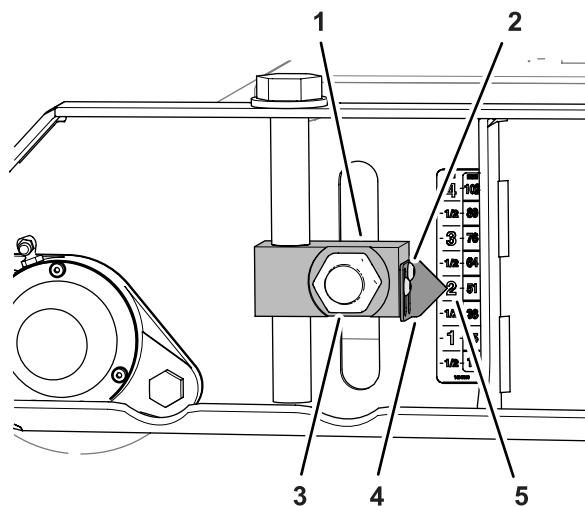
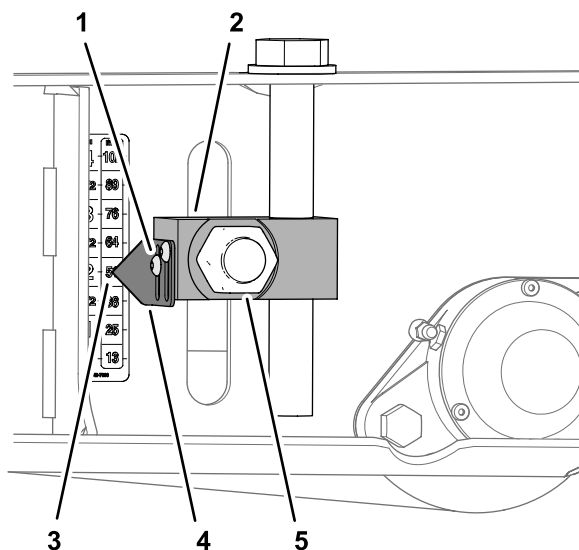

Figura 82
Figura 84
3. Allentate le 2 viti a brugola che fissano il puntatore al blocco regolatore dell'altezza di taglio, allineate il puntatore alla tacca di 51 mm sull'adesivo e serrate le viti (**Figura 82**).
6. Allentate le viti a brugola che fissano i 2 puntatori al blocco regolatore dell'altezza di taglio, allineate il puntatore alla tacca di 51 mm sull'adesivo e serrate le viti (Figura 84).
7. Serrate i 4 dadi che fissano i 4 blocchi regolatori dell'altezza di taglio (Figura 82 e Figura 84) per i rulli anteriori e posteriori a 322–396 N·m.